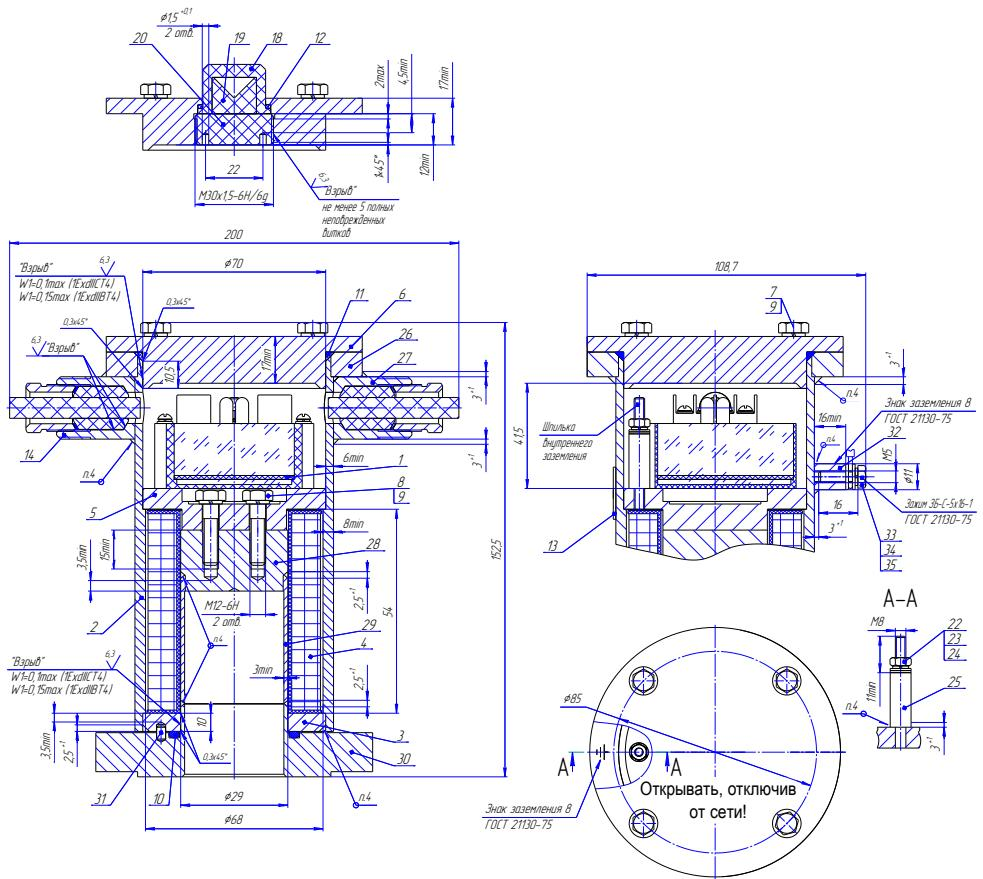

Рис. 2. Привод. Чертеж средств взрывозащиты
9.3.2 Присоединить питающий кабель к клапану в последовательности (см. рис.2, 3, 4):
#### 9.6.4 Замена модуля-СФУ 1(см. рис.2):
#### 9.6.5 Замена катушки 4 (см. рис.2):
1 (рис.2)	Модуль-СФУ-220В-D62 (Модуль-СФУ-24/12В-D62)
10 (рис.2)	Кольцо 042-048-30(РС-264)
4 (рис.2)	Катушка СЕНС.685442.021
11 (рис.2)	Кольцо 065-070-25(РС-264)
Обозначения на рис. 2: 1 - Модуль СФУ, 2 - Труба (Сталь 20 ГОСТ 1050-88), 3 - Дно (09Г2С ГОСТ 19281-89), 4 - Катушка (АГ-4В, провод ПЭВ-2), 5 - Фланец (09Г2С ГОСТ 19281-89), 6 - Крышка (Сталь 20 ГОСТ 1050-88/09Г2С ГОСТ 19281-89), 7 - Болт M6-6gx16.58.019 ГОСТ 7805-70, 8 - Болт M6-6gx25.58.019 ГОСТ 7805-70 или Винт M6x14 A2 DIN 963, 9 - Шайба 6 A2 DIN 127, 10,11,12 - Кольцо уплотнительное (РС-26Ч-5 ТУ 2539-021-46521402-2007), 13 - Табличка (Сплав АМг2 ГОСТ 4784-97), 14 - Кабельный ввод согласно рис.3 - 2шт., 18 - Колпачок (Стекло органическое СО-120-К 20,0 ГОСТ 10667-90), 19 - Линза (Стекло органическое СО-120-К 20,0 ГОСТ 10667-90), 20 - Винт (Стекло органическое СО-120-А 20,0 ГОСТ 10667-90), 21 - Заклепка 2x3 ГОСТ10299-80 (сплав АМг5 ГОСТ4784-97), 22 - Гайка M4-6Н.58.016 ГОСТ 5915-70, 23 - Шайба 4 65Г.016 ГОСТ 6402-70, 24 - Шайба А. 4.01.016 ГОСТ 11371-78, 25 - Шпилька (09Г2С ГОСТ 19281-89), 26 - Фланец (09Г2С ГОСТ 19281-89), 28 - Полюс (14Х17Н2 ГОСТ 5632-72), 29 - Трубка (12Х18Н10Т ГОСТ 5632-72), 30 - Фланец (14Х17Н2 ГОСТ 5632-72), 31 - Штифт (12Х18Н10Т ГОСТ 5632-72), 32 - Втулка (Сталь 20 ГОСТ 1050-88), 33 - Болт M5-6gx16.58.019 ГОСТ 7805-70, 34 - Шайба А 5.01.016 ГОСТ 11371-78, 35 - Шайба 5 65Г.016 ГОСТ 6402-70.